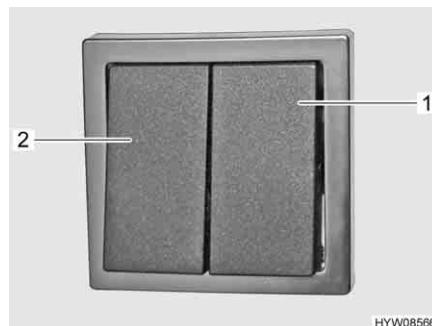

Fig. 1 Pulsante basculante dello scalino di ingresso (zona di ingresso)
*Inserimento:* ■ Premere il pulsante basculante destro (Fig. 1,1) nella zona di ingresso.
*Estrazione:* ■ Premere il pulsante basculante sinistro (Fig. 1,2) nella zona di ingresso.